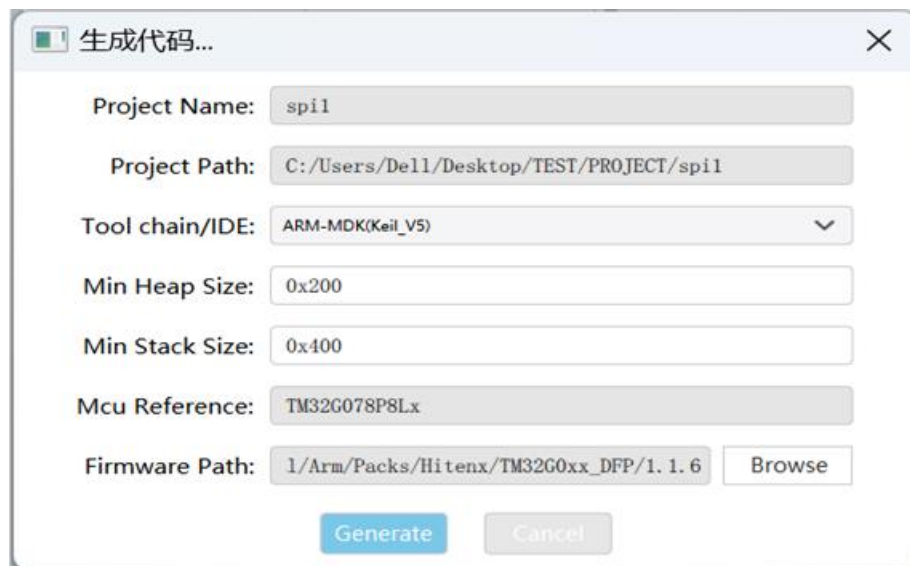

图 6-4 生成代码
4. 单击 Generate 进行代码生成。（参见图 6-4）